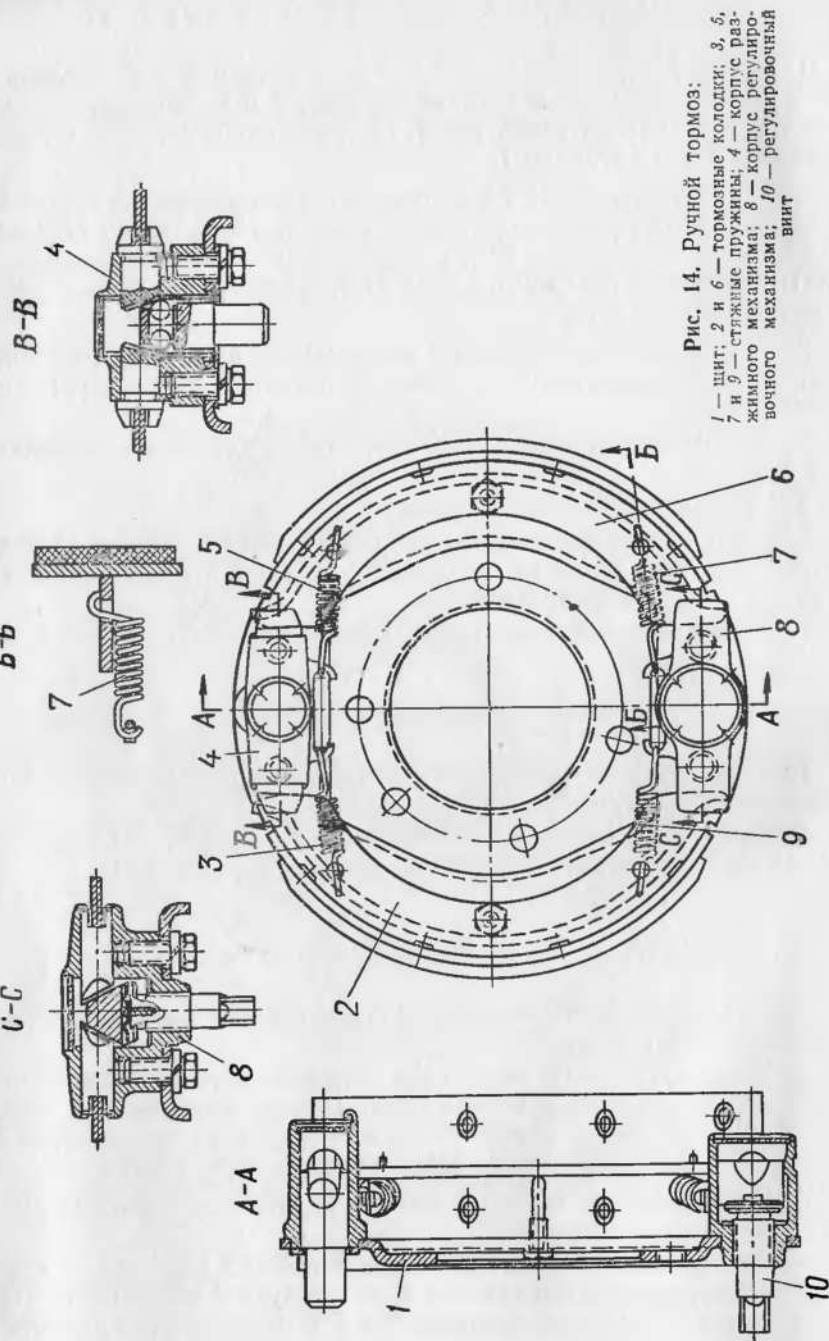

Рис. 14. Ручной тормоз:
4. Отсоединить стяжные пружины 3, 5, 7 и 9 (рис. 14) от корпуса 8 регулировочного механизма и от корпуса 4 разжимного механизма, снять тормозные колодки 2 и 6 и отсоединить пружины от колодок.